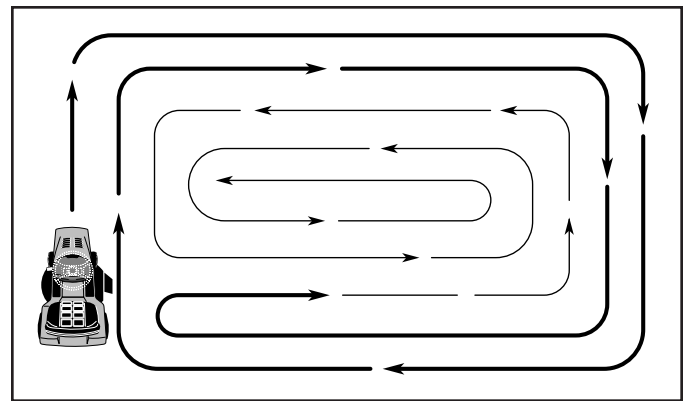

Fig. 20
- Pour tondre une grande surface, on vous conseille de commencer par tourner à droite, de façon à ce que l'herbe ne soit pas déversée sur les arbustes, les clôtures, les allées, etc. Après un ou deux tours, tondez en sens inverse en tournant à gauche jusqu'à ce que le travail soit achevé (Voir la Fig. 20).